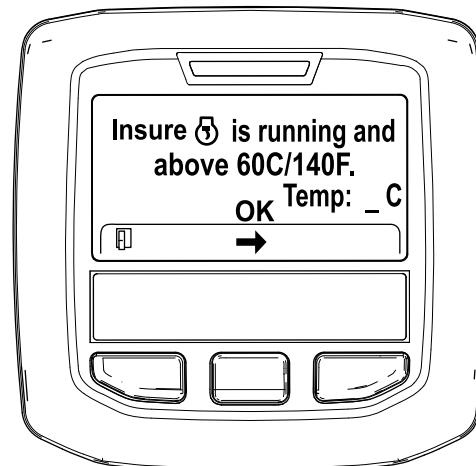

Figura 45
5. Si la temperatura del refrigerante se encuentra por debajo de 60 °C (140 °F) aparece el mensaje "Insure  is running and above 60C/140F" (Asegúrese de que está funcionando y por encima de 60 °C/140 °F). (Figura 45).